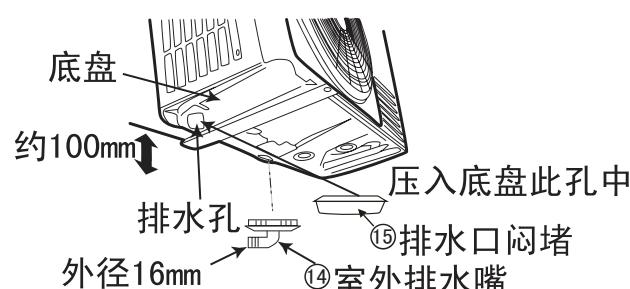

图42
- 2 请将机体在安装后，按图42所示将附件 ⑭ 室外出水嘴安装在出水孔中。